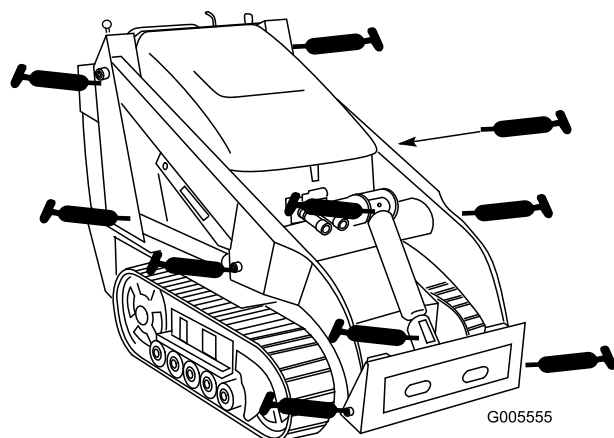
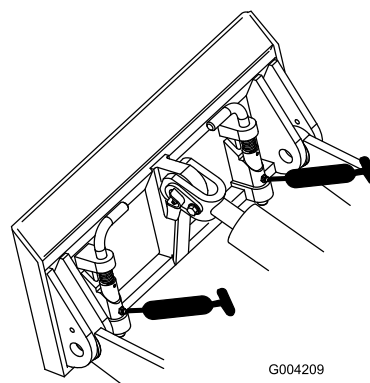

Figura 30
Figura 31
4. Collegate un ingrassatore a pressione a ciascun ingrassatore (Figura 30 e Figura 31).